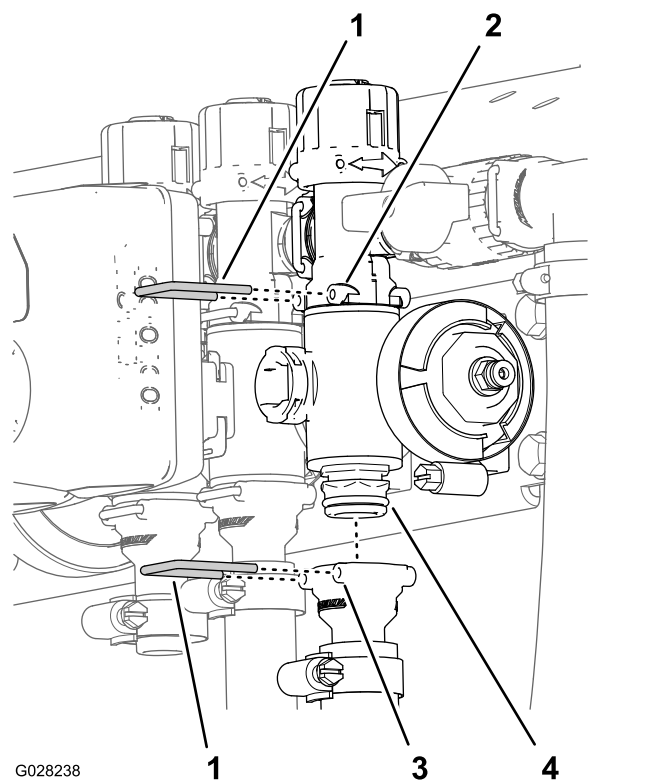

図 117
2. 出口フィッティングを個別ブームバルブ用マニホールドに固定しているリテーナ、およびバルブマニホールドをバイパスフィッティングに固定しているリテーナを外す 図 117。